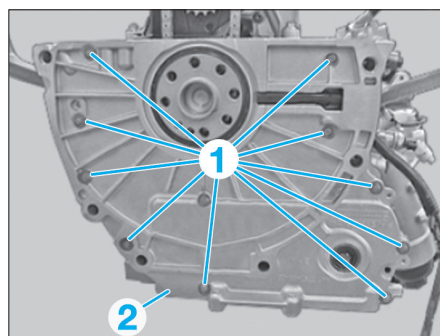

Fig. 8
- les vis (1) (Fig.8),
- le couvercle (2)